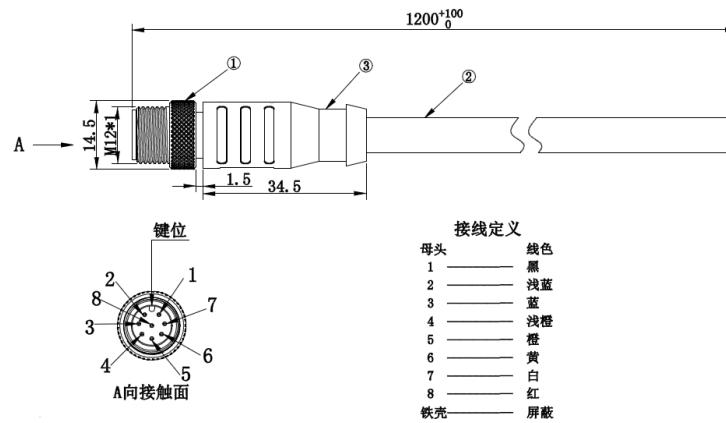

图 2.1 雷达底座线缆 A 面接口
- C16 激光雷达下端底座侧面引出缆线连接镭神标准插头（母头），缆线为 8 芯屏蔽线，如下图 2.1 所示。接线盒端引出缆线连接镭神标准插头（公头），缆线为 8 芯屏蔽线，如下图 2.2 所示。